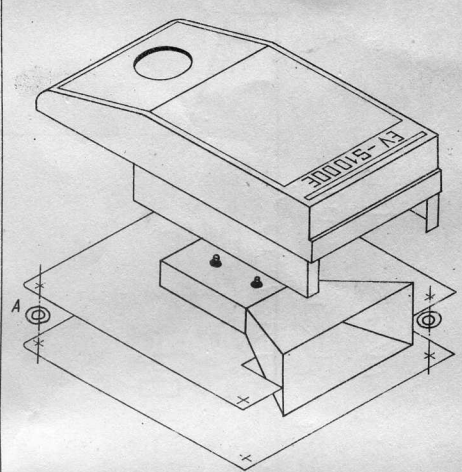

Рис. 7
3.11. Принимая меры предосторожности, установленные для элементов КМОП, избегайте перегрева, припаяйте катоды ДИОДОВ к плоскости рупора (Рис. 7), а к анодам — проводники, при посредстве которых в дальнейшем Вы подключите их к схеме.